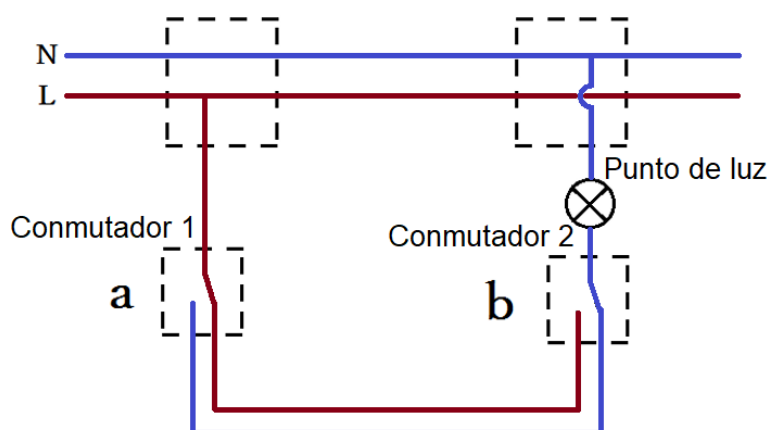

Figura 120. Instalación de un circuito conmutado
- **Conmutador.** En este caso, como mínimo se hace necesario añadir una nueva línea, puesto que como se puede ver en la Figura 120, en el **conmutador a** únicamente está la línea de fase y se hace necesario añadir el cable de neutro. Sin embargo, en el **conmutador b** no llega ni la fase ni el neutro, por lo que para acoplar el módulo de activación **(3)** o de repetición **(5)** sería necesario llevar las dos líneas.